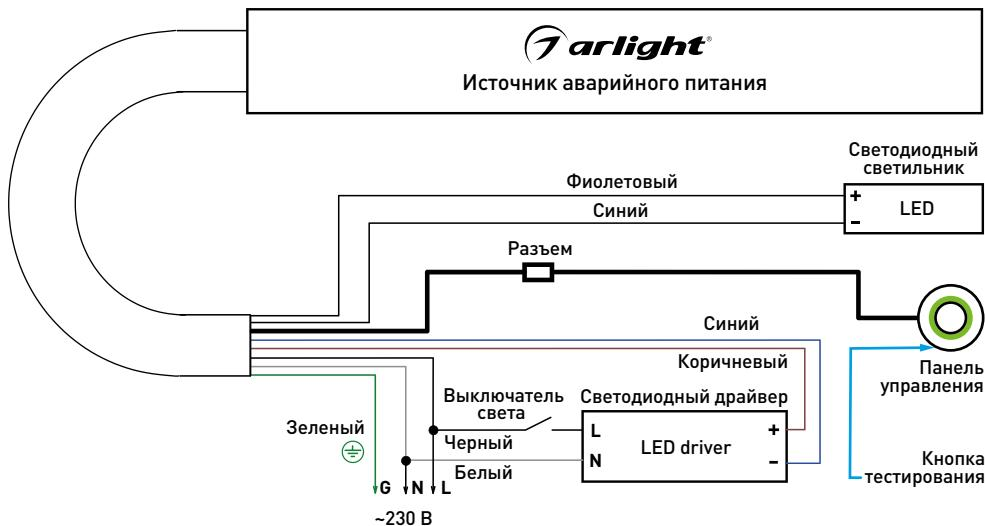

Рис. 1. Стандартная схема подключения
- Подключите входные провода источника питания к светодиодному драйверу: N (ноль) — белый провод, L (фаза) — черный провод через выключатель света, как показано на рис. 1.
- Подключите разъем панели управления к разъему источника аварийного питания, как показано на рис. 1.
- Подключите разъем кнопки тестирования к разъему источника аварийного питания, как показано на рис. 1.